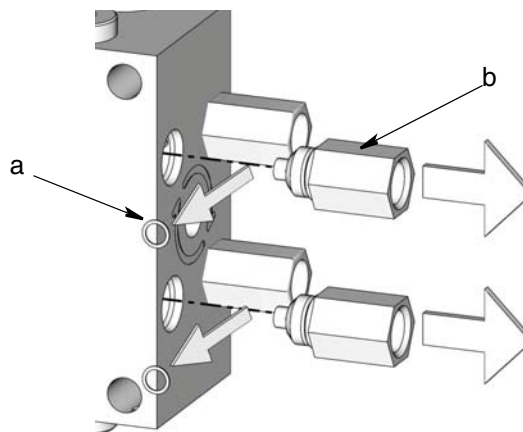

FIG. 2
1. Retire la junta frontal (a) del adaptador de salida (b) (FIG. 2).